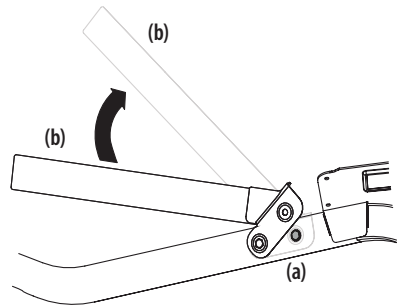

Figura 4
1. Extraiga los dos tornillos arandela hexagonal (a) que están instalados parcialmente en el bastidor. Consulte la Figura 4.
2. Gire el aro superior (b) hasta que quede en su posición. Consulte la Figura 4.